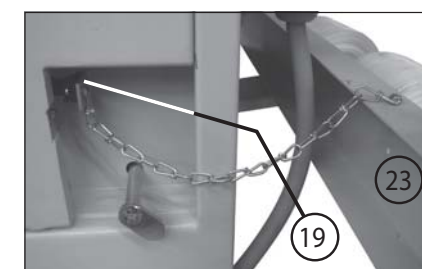

Abb. 3
- Das Kettenende der dem Verdichter beigelegten Endschalterverriegelung (19) am Zwischenblech (23) des Shredder-Untergestelles in den dafür vorgesehenen Bohrungen befestigen (Abb. 3).
- Den Betätiger (Spezialschlüssel) der Endschalterverriegelung (19) in den Endschalter am Verdichter einstecken (Abb. 3).
- 19 = Endschalterverriegelung (Abb. 3)
- a) die Not-Aus-Leiste (14) entriegelt ist (rote Schiene am Tisch herausziehen),
- b) der Verriegelungsschalter (2) entriegelt ist (Schlüssel nach rechts drehen),
- c) der Hauptschalter (1) eingeschaltet ist (Stellung „1“),
- d) der Betätiger der Endschalterverriegelung (19) (Abb. 3) im Endschalter am Verdichter eingesteckt ist und
- e) die Einfüllklappe (30), sowie die Ausstosklappe (31) und die Abdeckklappe (27) geschlossen ist.